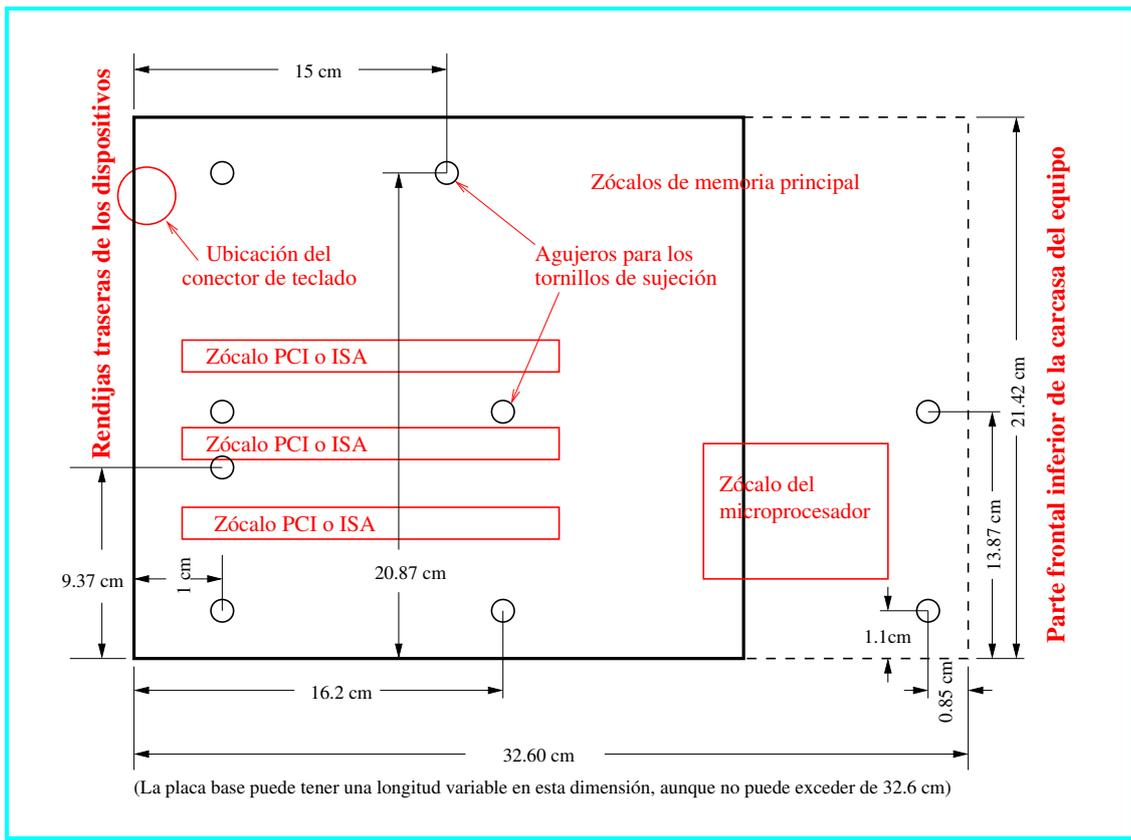

FIGURA 19.1: Placa base con formato baby-AT: Dimensiones en centímetros y localización de los huecos de los tornillos para su fijación a la carcasa.
**pág. 93** ➔ **dimensiones** **pág. 95** ➔ La figura 19.1 muestra sus dimensiones así como la localización de los diferentes tornillos de sujeción a la carcasa. En la mitad superior de la foto 19.1 podemos apreciar dos modelos de placas base de quinta generación contrastados con sus homólogos ATX que luego veremos. Allí se aprecia cómo la dimensión horizontal (según se instala la placa base en su carcasa) es variable en longitud, siendo el valor de 32.6 centímetros dado en su especificación una cota máxima que podemos reducir a nuestro antojo. Cuando este valor se acorta de forma notable, se dice que la placa base adopta un formato mini-AT, aunque sigue recogida rigurosamente en el estándar baby-AT. En ese caso, la placa base se alejará del frontal de la carcasa, ya que las distancias a la parte trasera del equipo deben ser fijas para permitir salir a todas las tarjetas hacia el exterior al margen del zócalo en el que se inserten.
Para apreciar las diferencias entre ambas, podemos comparar el croquis de sus dimensiones (figura 19.3) con el correspondiente formato AT (figura 19.1), o sus respectivos modelos comerciales en la foto 19.1. Incluso si se quiere tener una referencia con respecto a su integración en la carcasa del PC, puede uno consultar las figuras 22.5 y 22.4, respectivamente.